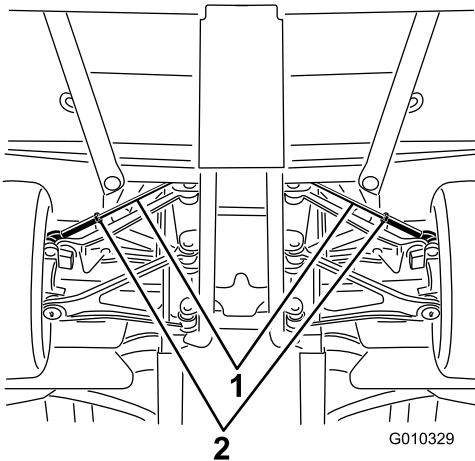

Figura 49
A. Afloje la contratuerca del centro del tirante (Figura 49).